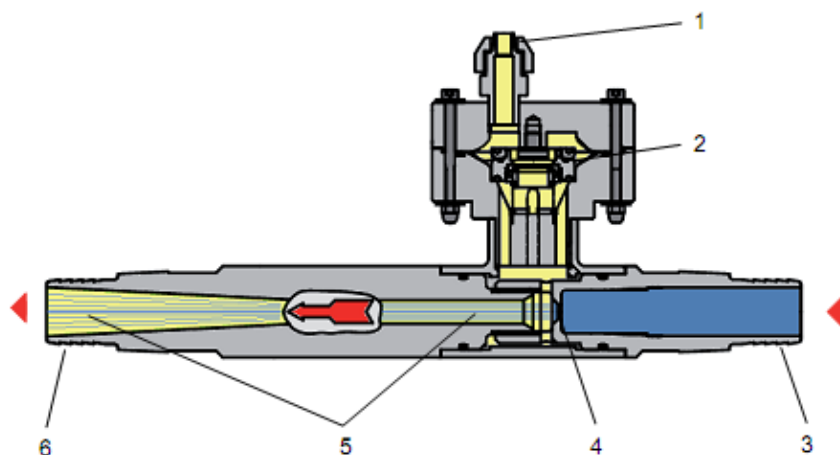

Рис. 4 Функциональная схема инжектора
- Подсоедините трубопровод с рабочей водой (3),
- Подсоедините трубопровод с раствором газа (6),
*См. Рис. 4 Функциональная схема инжектора в разделе 6.1.2 Компоненты.*